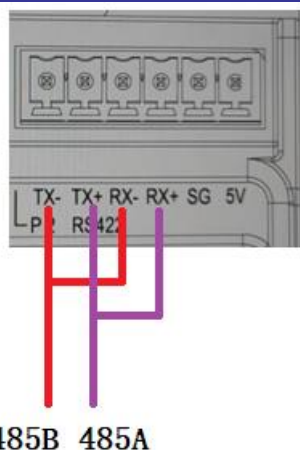

图 3-4 半双工 RS485 通讯连接图
1. 如果使用 RS485，需要将 TX-和 RX-短接成为 RS485- (RS485B)、TX+和 RX+短接成为 RS485+ (RS485A)，见图 3-4。